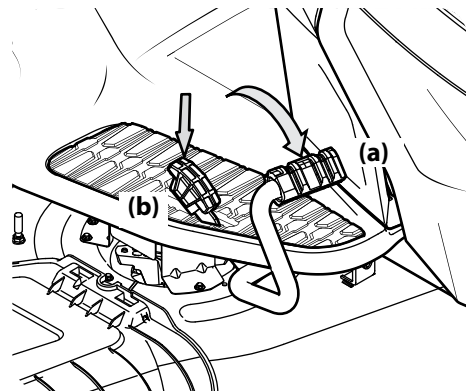

Figura 3-3
2. Para dirigir À FRENTE, pressione suavemente o pedal de acionamento para a frente (a) até que o trator alcance a velocidade desejada. Consulte Figura 3-3.
3. Para dirigir em MARCHA A RÉ, certifique-se de que a área atrás do trator esteja desimpedida e em seguida acione suavemente o pedal de marcha a ré (b) até que se atinja a velocidade desejada. Consulte Figura 3-3.